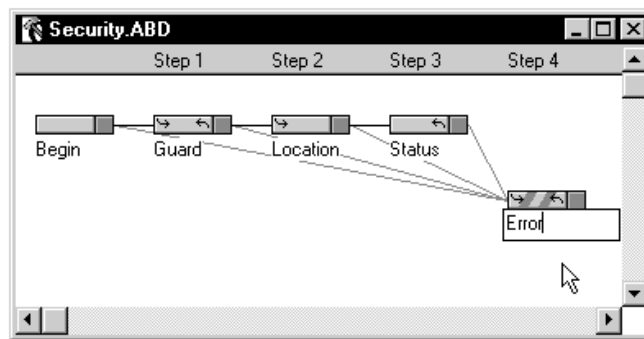

Figure 4-13 Edit Detour Handler Name
15. Type **Error** (Figure 4-13).